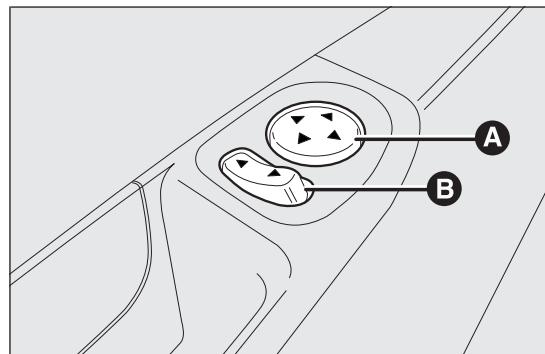

РИС. 40
- выбрать зеркало для регулировки с помощью селектора В РИС. 40;
- отрегулировать зеркало по четырем направлениям с помощью джойстика А РИС. 40.